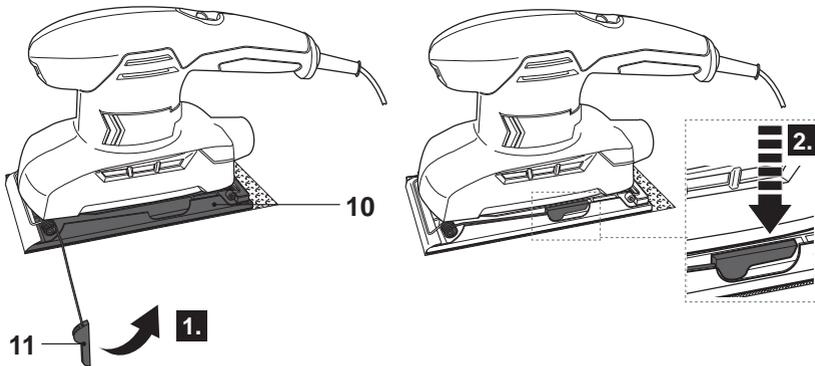

Fig. 6
- > Tirez sur le levier de pincement [11] vers le haut le long du plateau de ponçage [10] puis appuyez dessus pour l'enclencher (Fig. 6).